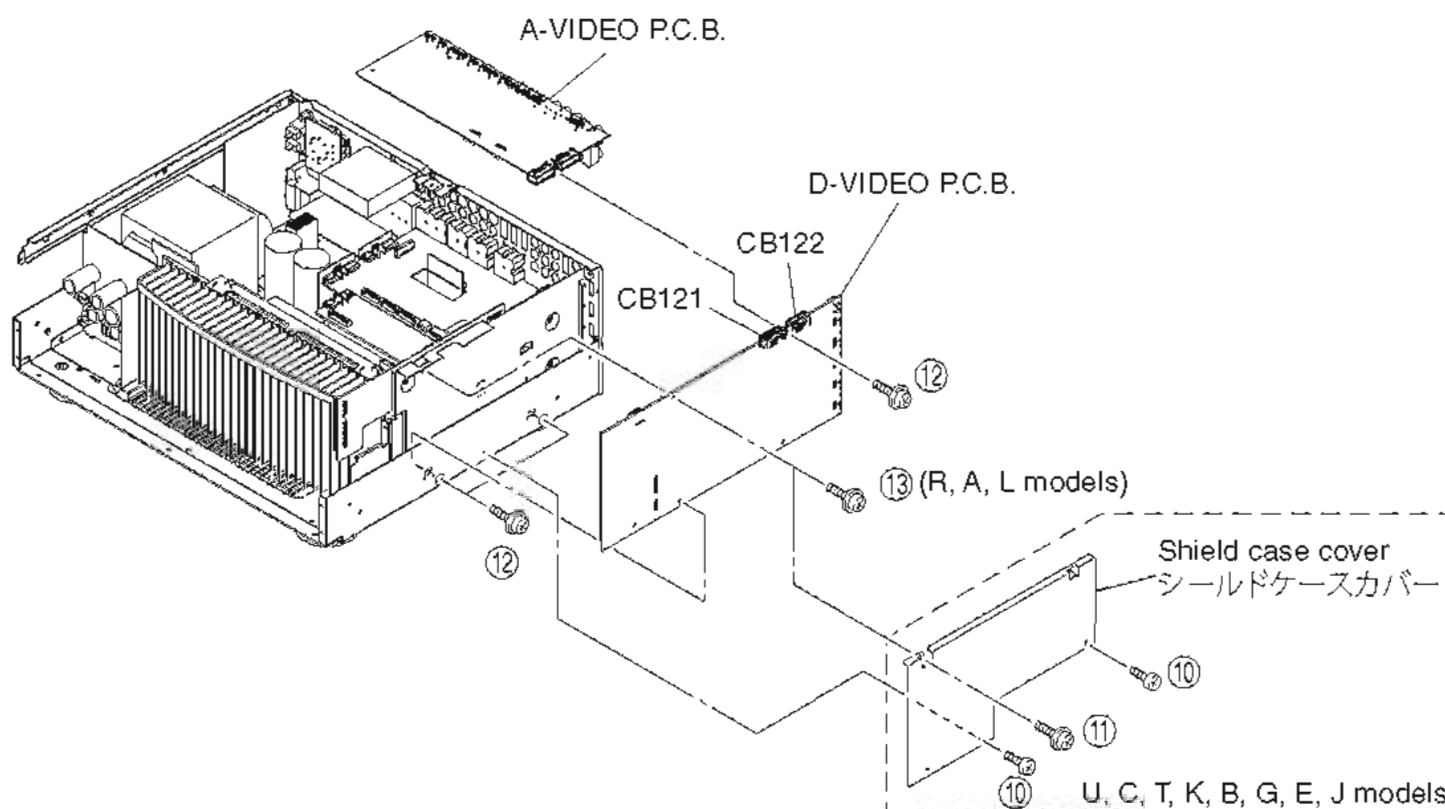

Fig. 4
- a. Remove 2 screws (10) and screw (11). (U, C, T, K, B, G, E models) (Fig. 4)
- b. Remove the shield case cover. (U, C, T, K, B, G, E models) (Fig. 4)
- c. Remove 3 screws (12). (Fig. 4)
- d. Remove screw (13). (R, A, L models) (Fig. 4)
- g. Remove CB121, CB122 and then remove the D-VIDEO P.C.B. which is connected directly to the A-VIDEO P.C.B. with board-to-board connectors. (Fig. 4)
- a. ⑩のネジ 2 本、⑪のネジ 1 本を外します。(Fig. 4)
- b. シールドケースカバーを取り外します。(Fig. 4)
- c. ⑫のネジ 3 本を外します。(Fig. 4)
- f. CB121、CB122 を外し、D-VIDEO P.C.B. を取り外します。ただし、D-VIDEO P.C.B. は、A-VIDEO P.C.B. に基板対基板コネクタで直接接続されています。(Fig. 4)
- c. Remove the A-VIDEO P.C.B.. (Fig. 4)
- c. A-VIDEO P.C.B. を取り外します。(Fig. 4)